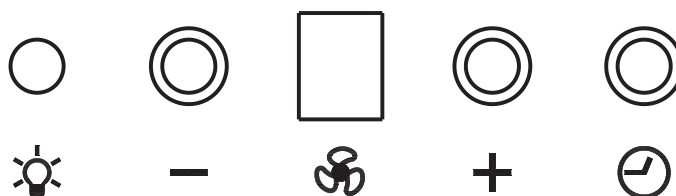

РИС. 13
7.2.2 Электронный переключатель с цифровым индикатором скорости (рис.13) имеет четыре кнопки управления без фиксации и цифровой индикатор, который показывает скорость вентилятора.